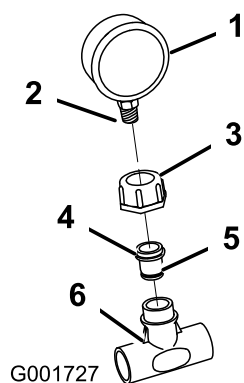

Figura 14
13. Envolver as roscas do indicador de pressão com fita de teflon. Instale as pequenas porcas de plástico e redutor no indicador de pressão. Utilize uma chave hexagonal para aparafusar o redutor no indicador de pressão (Figura 14).
14. Instale o indicador de pressão no T de plástico (Figura 14).